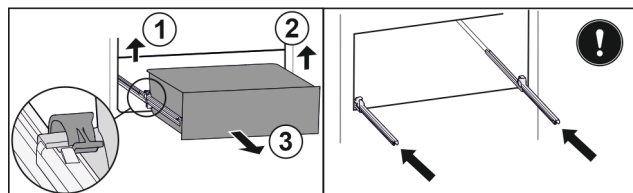

Fig. 38
- ▶ Løft den venstre klemme, og træk samtidigt skuffen i venstre side fremad. Fig. 38 (1)
- ▶ Løft den højre klemme, og træk samtidigt skuffen i højre side fremad. Fig. 38 (2)
- ▶ Tag skuffen ud fremefter. Fig. 38 (3)